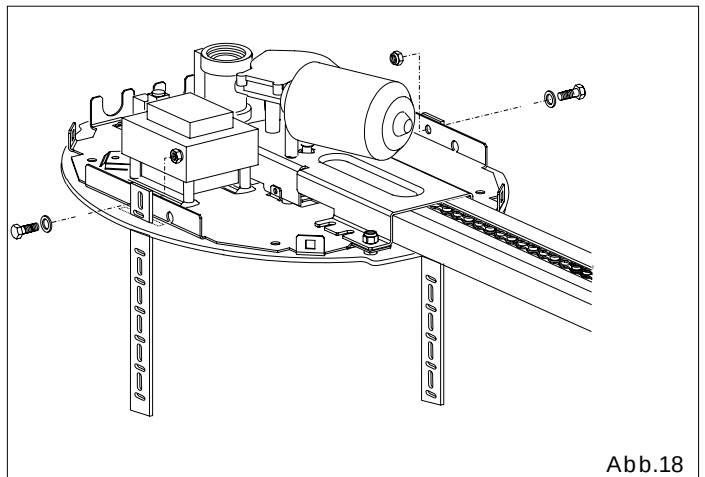

Abb.18
6.9 Die mitgelieferten Bügel in die Ösen einführen und den Operator mit der Mutter befestigen (Abb.18).